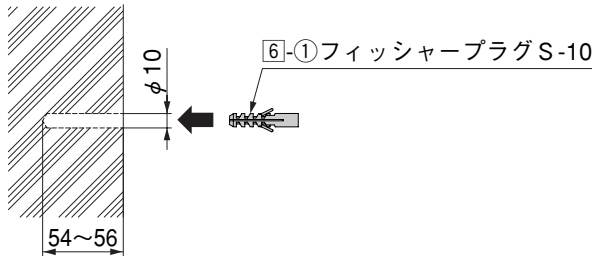

図1-1
- ① 壁にφ10、深さ54mm～56mmの下孔をあけて、[6]-①を挿入してください。（図1-1参照）